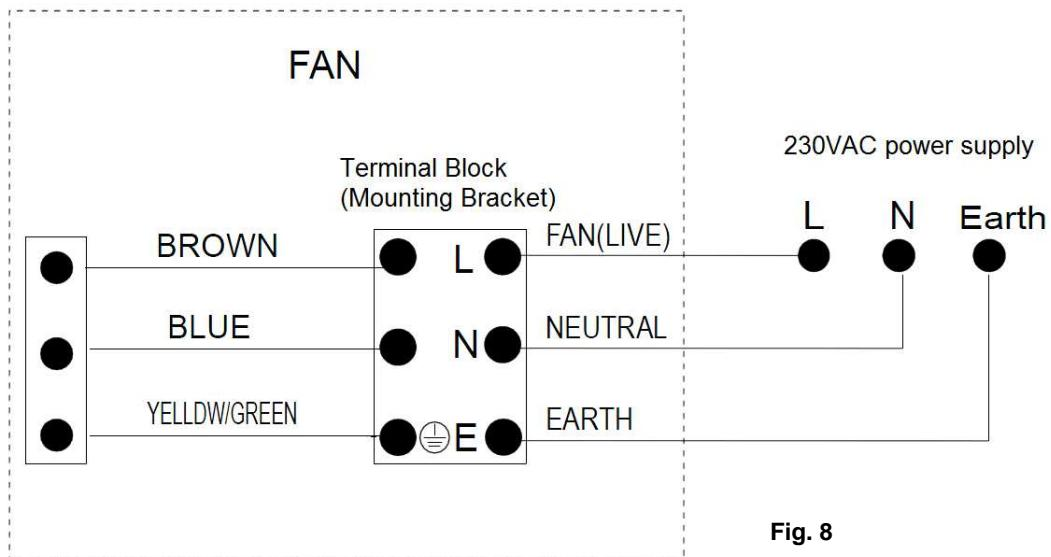

Fig. 8
- Consulte el diagrama de cableado para instalación de la conexión eléctrica. Fig.8